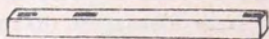

Fig. No. 1 (4)
**Laterales:** llevan tres escopleadas para hacer el cuadro superior e inferior. Medidas: 50 cms largo; el ancho y el grosor son iguales: 5 cms ancho, 3 cms grosor (figura No. 1).